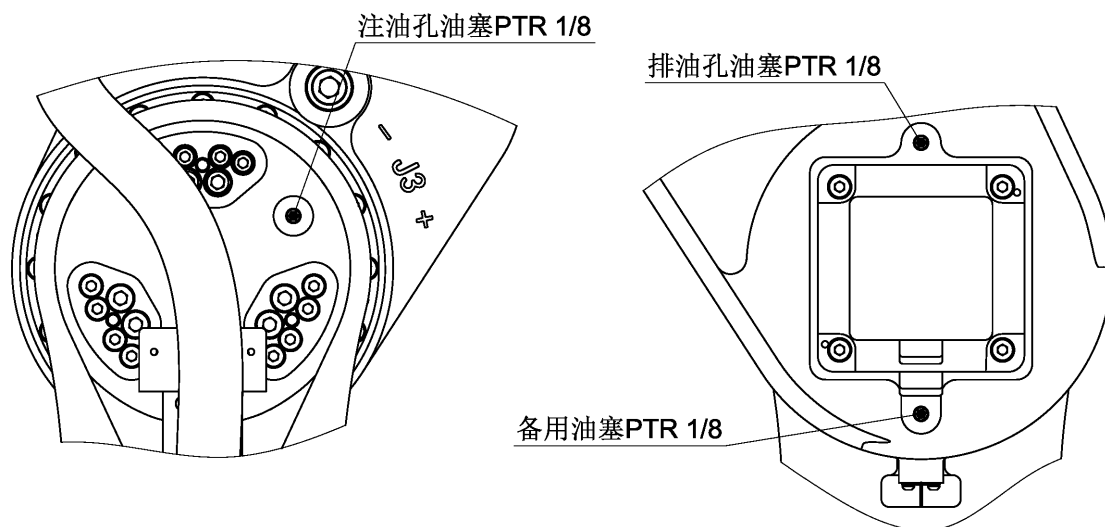

图 21 J3 轴局部结构
(1) 油脂补充步骤（参考图 21）
- ④ 安装排油孔油塞前，低速运转 J3 轴几分钟，使多余的油脂从排油孔排出；
- ⑤ 用布擦净从排油孔排出的多余的油脂，在排油孔安装油塞。油塞的螺纹处要缠生胶带并用扳手拧紧。
(2) 油脂更换步骤（参考图 21）